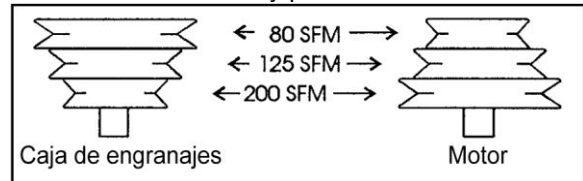

Figura 13: Velocidades de hoja y posiciones de la banda
- Con el brazo en su posición más baja, quite el tornillo de bloqueo de la cubierta de la polea y levante la cubierta de la polea. Vea en la Figura 13 las velocidades y posiciones de la banda.